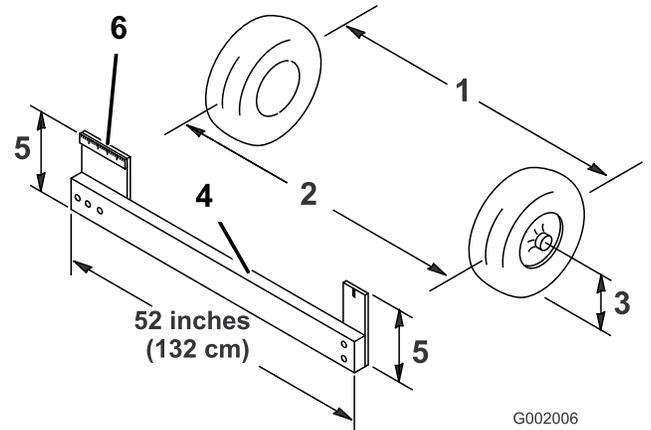

Figura 50
4. Meça a distância entre os pneus dianteiros à altura do eixo na zona dianteira e traseira dos pneus dianteiros (Figura 50).
**Nota:** Vai necessitar de um objeto ou medidor de alinhamento para obter uma medição precisa da traseira dos pneus dianteiros à altura do eixo. Utilize o mesmo objeto ou medidor de alinhamento para obter uma medição precisa da dianteira dos pneus dianteiros à altura do eixo (Figura 50).